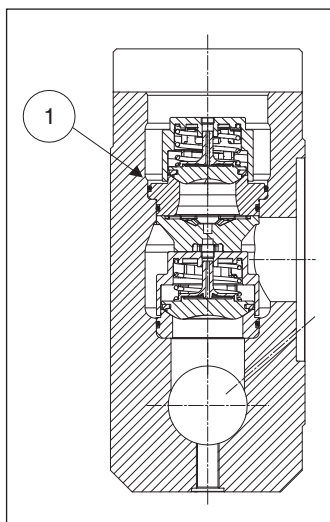

Рис. 189
**Будьте особенно осторожны при установке уплотнительного кольца O-ring, указанного на поз. ①, Рис. 189.**